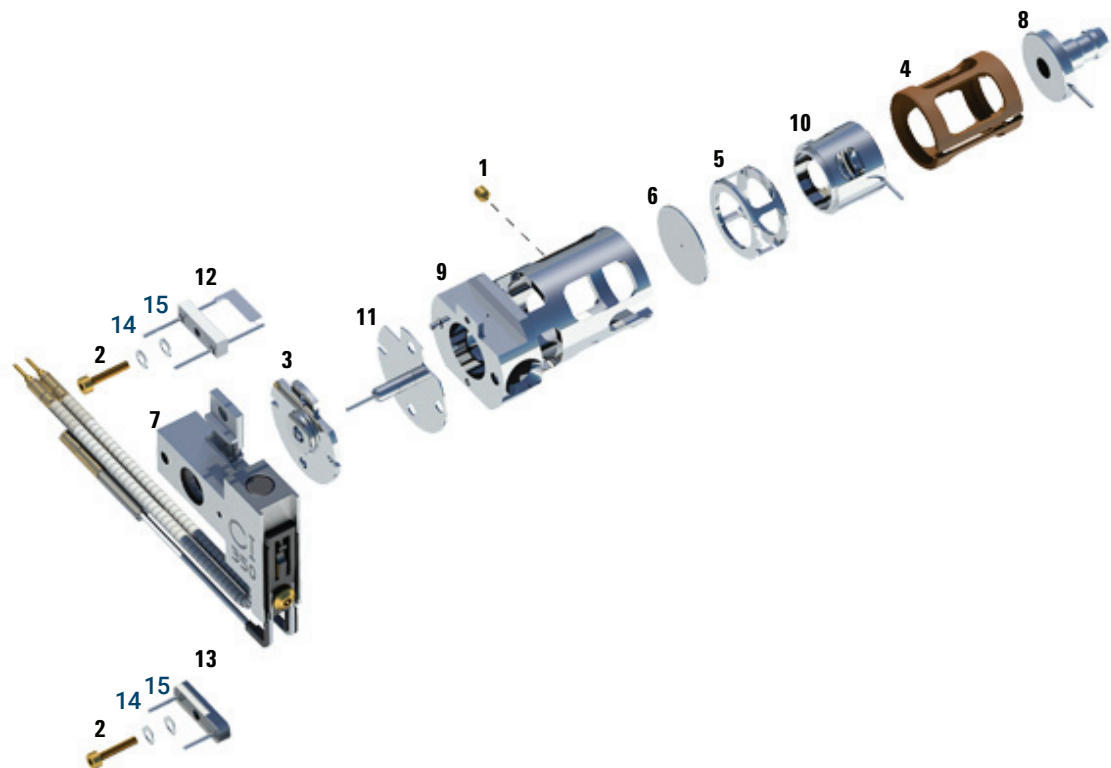

Figure 79. Démontage de la source CI
Se reporter à la vue éclatée des pièces et à la liste des pièces de la source CI en suivant cette procédure. (Voir **Figure 79** et **Tableau 22** page 261.)
- 3 Séparer le chauffage de source de la source. Le chauffage de la source est constitué du bloc de chauffage de la source, du repousseur et des pièces détachées connexes. (Voir **Figure 79** et **Tableau 22** page 261.)
- 4 Démontez l'ensemble repousseur en retirant l'isolant en céramique du repousseur. (Voir **Figure 79** page 261.)
- 6 Sortir les lentilles de la source et séparer l'isolant de lentille, la lentille de focalisation d'ions, le cylindre d'extraction, la lentille d'extraction et la lentille d'entrée. (Voir **Figure 79** page 261.)
Tableau 22 Liste des pièces de la source CI (Figure 79)
Tableau 22 Liste des pièces de la source CI (Figure 79) (suite)